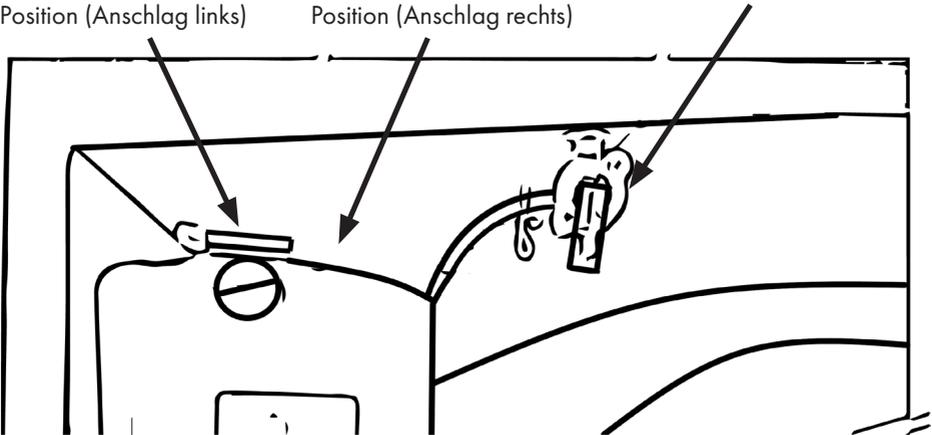

Abbildung 11
1. Öffnen Sie den Kraftstoffhahn. Siehe auch Abb. 11. (Griff am Hahn zeigt nach unten)